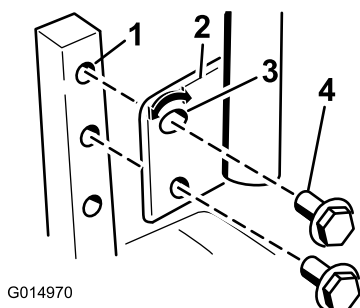

Figura 24
control (Figura 24). Apriete ambos pernos para fijar el control en la posición nueva.
1. Retire los 2 pernos que fijan la palanca de control al brazo de la palanca (Figura 24).
2. Mueva la palanca al juego de taladros siguiente. Fije la palanca con los 2 pernos (Figura 24).